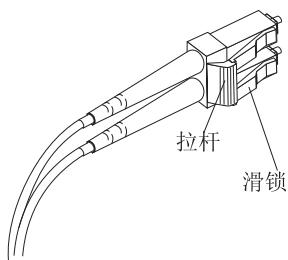

图 23. LC-LC 光纤通道电缆拉杆和滑锁
1. 如第 37 页的图 23 中所示，在 LC-LC 电缆连接到 SFP 模块或主机总线适配器的那一端，按住拉杆以松开滑锁。